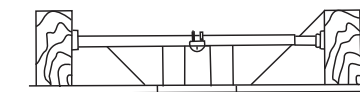

Fig. 4
**REMARQUE :** Selon l'emplacement choisi pour l'installation, il se peut que vous ayez besoin d'acheter et d'installer un « étrier à solive » pour soutenir la boîte de sortie. Assurez-vous que l'étrier à solive que vous achetez est conçu pour une utilisation avec les ventilateurs de plafond. (Fig. 4)